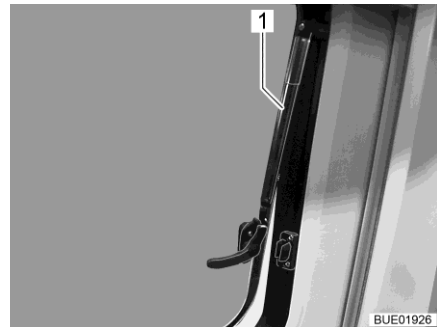

Fig. 15 Fenêtre projetante avec bras automatiques, ouverte
- Ouvrir la fenêtre projetante jusqu'à la position d'ouverture désirée. Faire s'enclencher la fenêtre projetante avec bras automatique (Fig. 15,1).